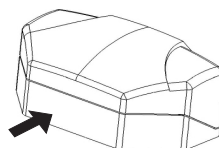
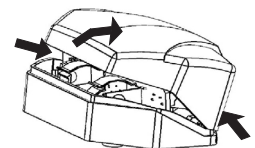

Рисунок 3
Рисунок 4
8.1 Снимите крышку извещателя, для чего нажав на заднюю стенку основания извещателя (рис. 3), сдавите пальцами второй руки края крышки, в местах указанных на рис. 4, снимите крышку.